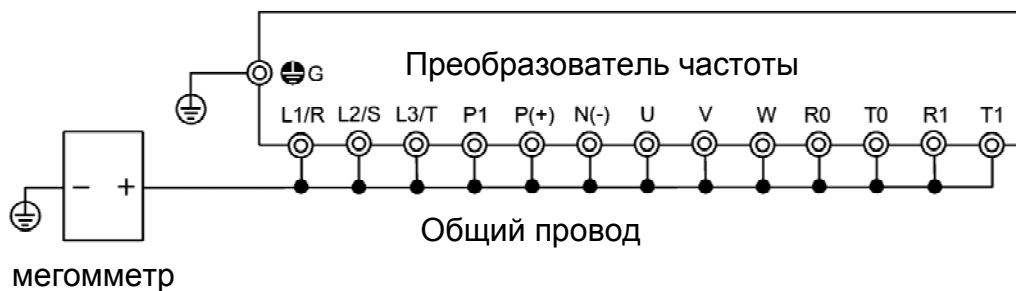

Рисунок 7.2 Измерение мегомметром
- 3) Соедините клеммы цепи питания общим кабелем (рис. 7.2).